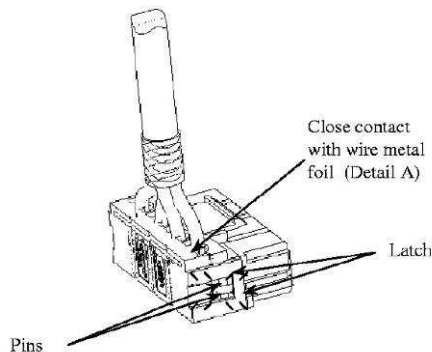

Figure 6 / Abbildung 6
10. Attach edge connector cover (see figure 6).
10. Deckel des Randsteckverbinders schließen (Abbildung 6).